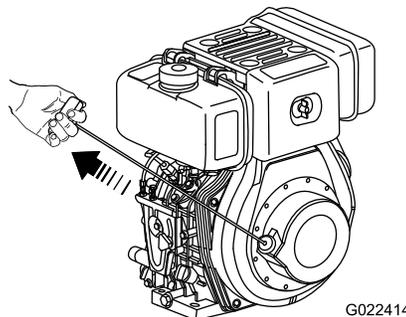

Рисунок 16
4. Возьмитесь за рукоятку механического стартера и медленно вытягивайте ее, пока не почувствуете сопротивление, после чего вытяните ее полностью сильным и равномерным движением (Рисунок 16).